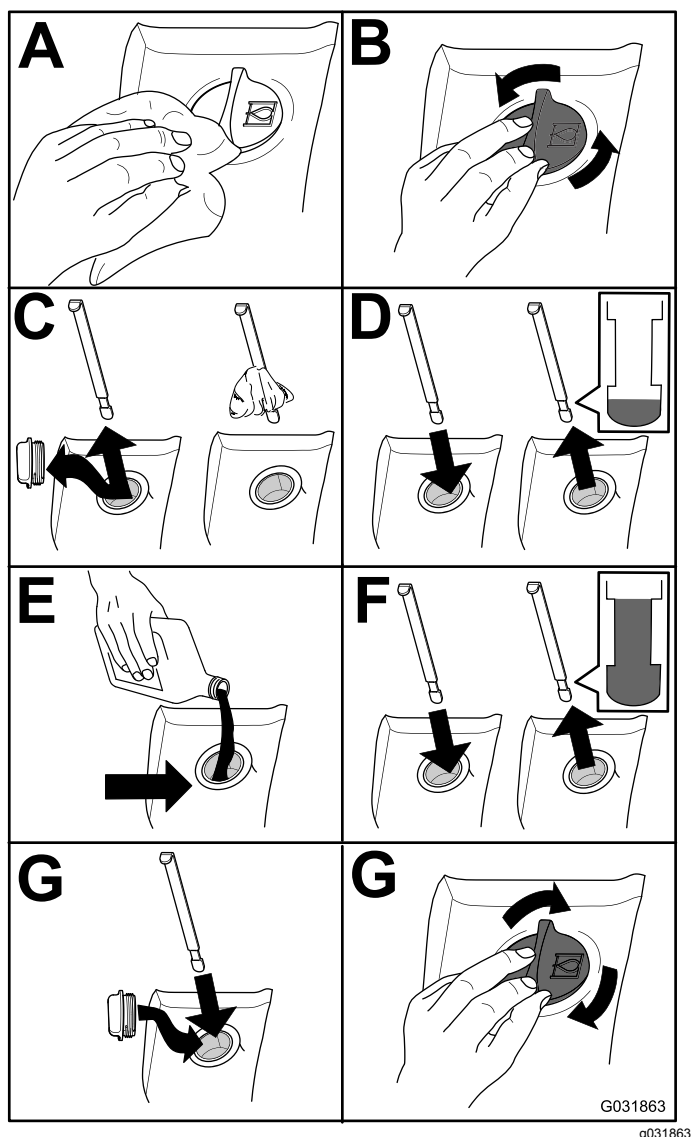

Figura 104
2. Verifique o nível de fluido hidráulico (Figura 104).